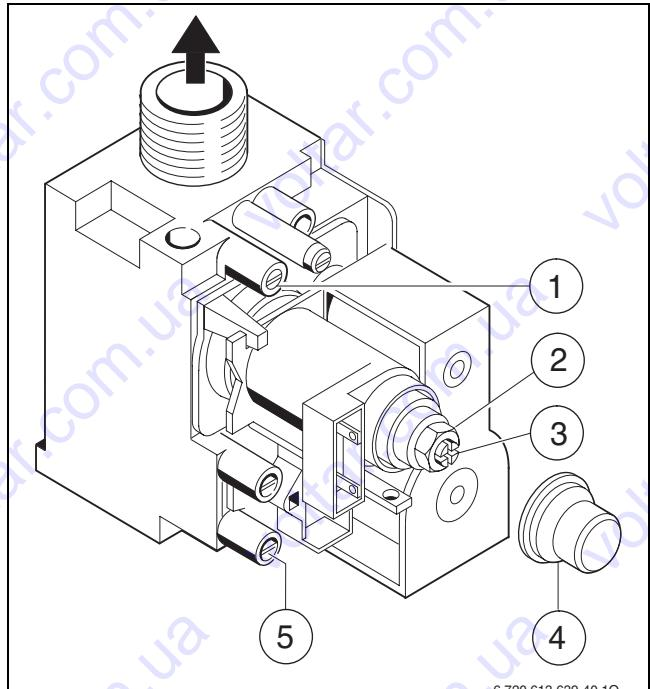

Рис. 34
- Отвернуть уплотнительный винт измерительного штуцера давления на форсунках (1) и подсоединить U-образный манометр (→ рис. 34).
- Снять крышку (4).
- Давление на форсунках для положения «максимум» приведено в таблице 17 це на стр. 36. Установите давление на форсунках регулировочным винтом максимального расхода газа (2). Поворот направо - больше газа, поворот налево - меньше газа.